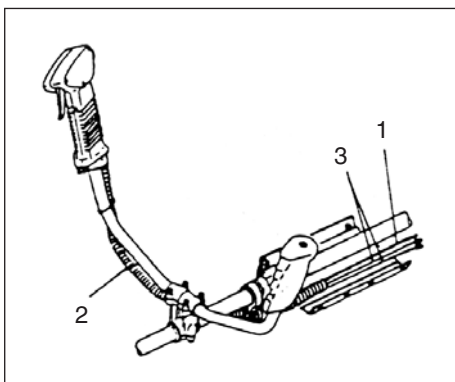

Fig. 1-3
A Mis les cordes d'arrêt (3) et étrangle le fil (1) par la protection tube(2). Alors décrocher le coussin d'hanche et emballer les cordes d'arrêt protégées et étrangle le fil (1) avec cela (Fig.1-3)